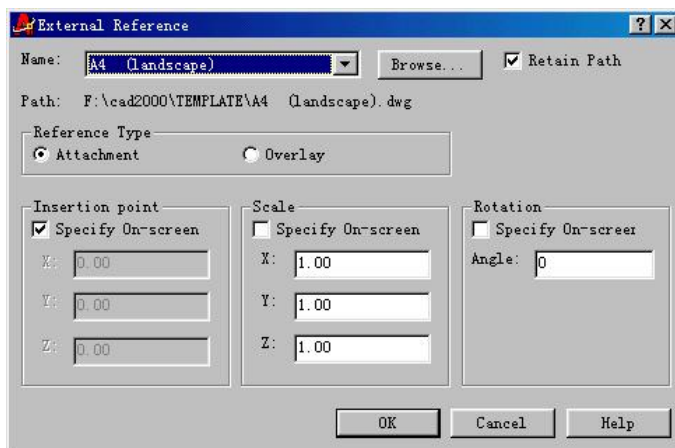

图 6-88 外部参考对话框
**步骤十:** 点击 Insert 菜单→External Reference 项目, 弹出外部参考文件选择框, 选择 AutoCAD 2000→Template→A4 (Landscape) .dwg 文件 (注意: 此文件是预先制作的, 并已经保存在 AutoCAD 2000 的模板文件夹中), 点击打开按钮。弹出 External Reference 对话框如图 6-88 所示。